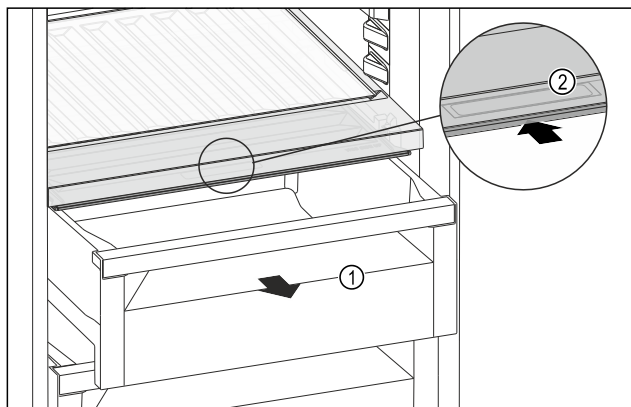

Fig. 224
- Витягніть висувний ящик Fig. 224 (1).
- Візьміться за потайну ручку Fig. 224 (2) на кришці відділення й одночасно посуньте кришку відділення назад.